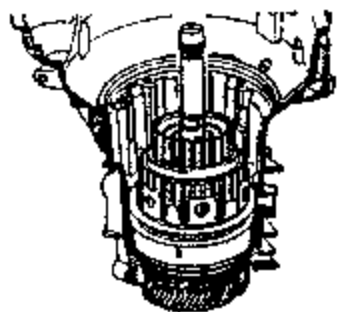
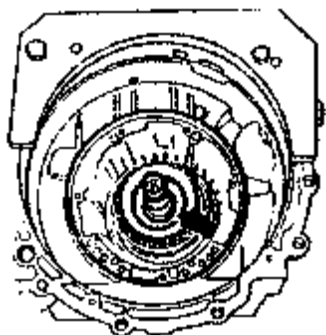

图 7-86 装入离合器 K1
图 7-87 装入调整垫片
15) 装入第 1 至第 3 档离合器 K1, 如图 7-86 所示。将调整垫片装入 K1, 如图 7-87 所示。